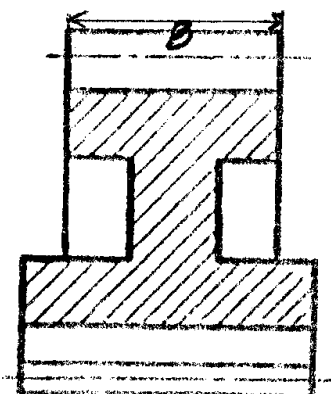

Рисунок 3 - Определение ширины зубчатого венца.
4.6.2. Измерить ширину зубчатого венца (рис. 3)